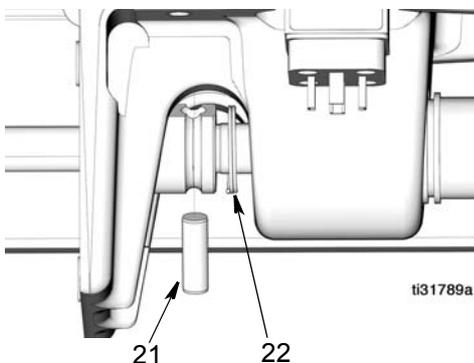

FIG. 14
4. Spingere la molla di fermo (22) fuori dal perno (21) e rimuovere il perno (FIG. 14).